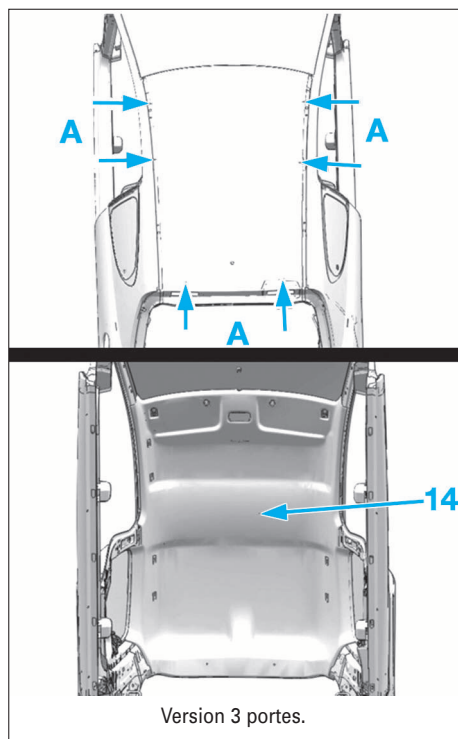

FIG. 97
• Ouvrir les portes et le hayon et ainsi, accéder aux cordons de colle (Fig.97 et 98).